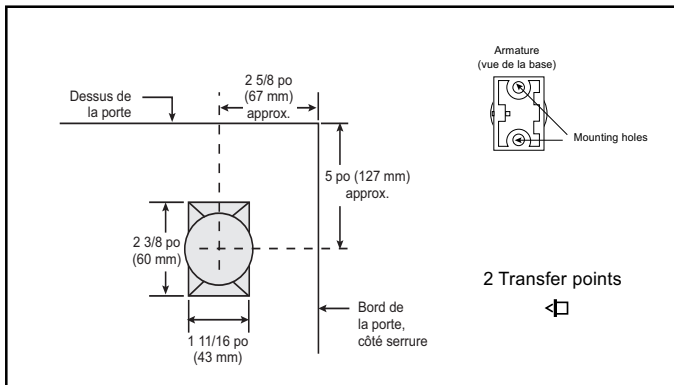

Figure 4. Montage de l'électroaimant
Remarque : L'armature doit être montée verticalement (Fig. 4) pour être bien alignée avec l'électroaimant.
2. Placez les points de transfert dans les trous de fixation de l'armature (Fig. 4).